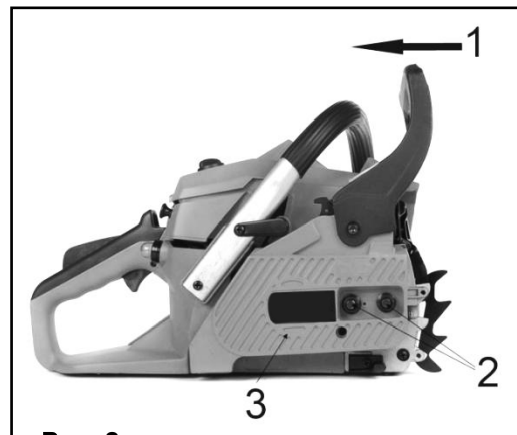
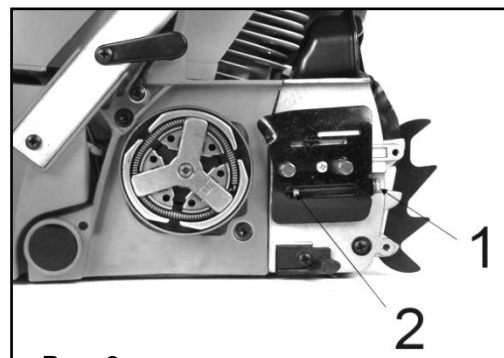

Рис. 2
Рис. 3
- Убедитесь, что рукоятка тормоза цепи (1) сдвинута в положение ВЫКЛ (См. Рис. 2).
- Отвинтите предохранительные гайки шины (2). Снимите крышку тормоза цепи (3), потянув ее вверх.
- С помощью отвертки поверните регулировочный винт (1) против часовой стрелки, пока выравнивающий штифт (2) (выступающий вал) не достигнет своего предельного положения (См. Рис.3).